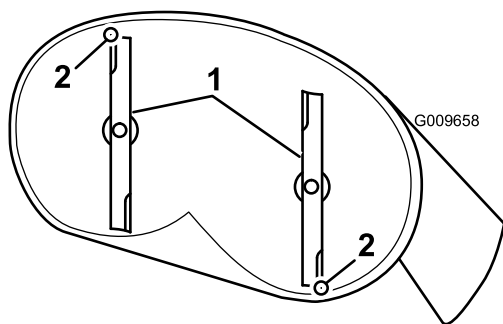

Figure 59
4. Faites pivoter les lames avec précaution pour faire passer les pointes avant à l'arrière (Figure 59).
5. Mesurez la distance entre la pointe de la lame avant et la pointe de la lame arrière par rapport à la surface plane (Figure 59).
- D. Une fois le réglage effectué, vérifiez à nouveau l'inclinaison avant/arrière des lames; continuez d'ajuster l'écrou jusqu'à ce que la pointe avant de la lame soit de 1,6 à 8 mm (1/16 à 5/16 po) plus bas de la pointe arrière (Figure 59).